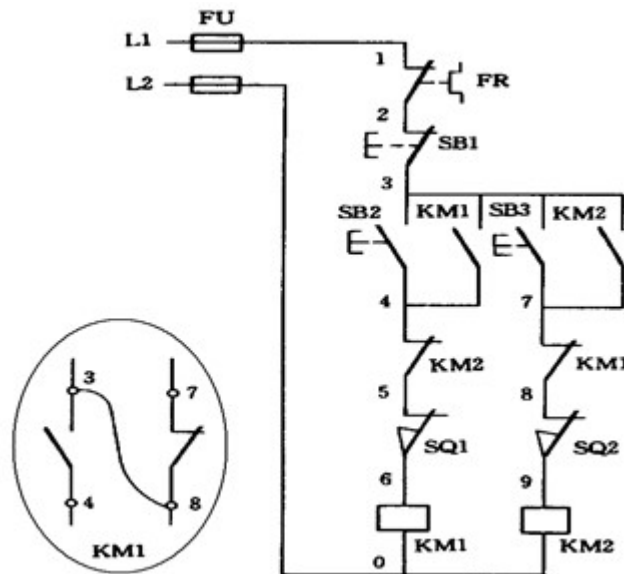

Figura 4.2.7 Fallo de cortocircuito entre contactos eléctricos
(2) Revisión del contacto corto del propio contacto eléctrico 4.2.6 Si el contacto normalmente cerrado del botón de parada SB1 está cortocircuitado, los contactores KM1 y KM2 no se liberarán después de trabajar. Otro ejemplo es que el contacto de autobloqueo del contactor KM1 está cortocircuitado. En este momento, el KM1 se cerrará cuando se encienda la alimentación. Este tipo de falla es más obvia y el punto de falla puede determinarse mediante análisis.
(3) Reparación de fallas de cortocircuito entre contactos eléctricos En la Figura 4.2.7, los dos contactos auxiliares del contactor KM1 están cortocircuitados por alguna razón. Cuando se enciende la alimentación, el contactor KM2 se activa. Los pasos para solucionar el problema son los siguientes: